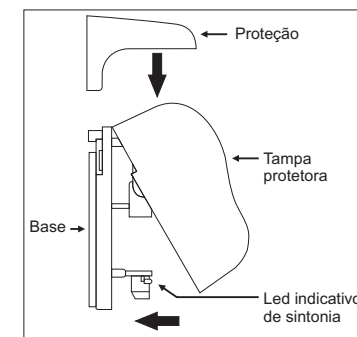

Figura 4
- Verifique se o led indicativo de sintonia localizado na unidade RX está apagado indicando que as unidades estão alinhadas (Figura 4);